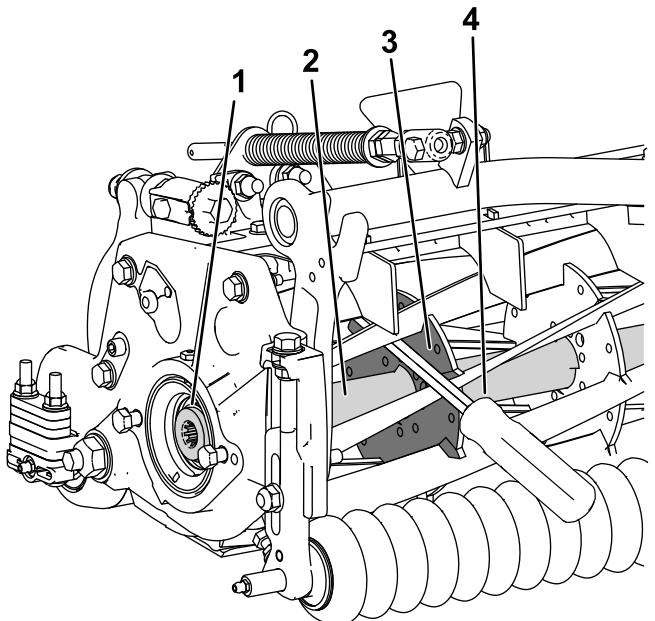

图 29
- 将一根长柄撬棍建议尺寸为 0.95cm x 30.48cm 带螺丝刀柄插入滚刀组前面最靠近需要扭转的滚刀组一侧图 29。
- 将撬棍靠着内部滚刀组加强板的焊接侧放置图 29。